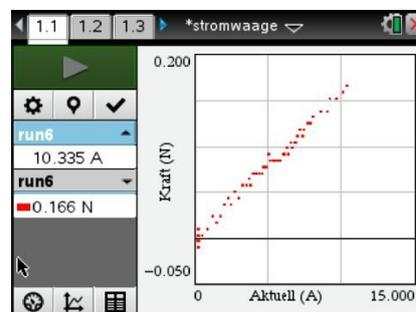
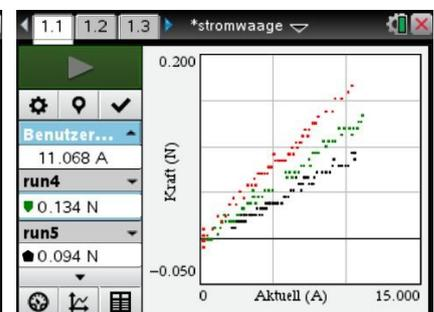

Bild 1.2
Bild 1.3
1. Lässt man sich wie in Bild 1.2 die einzelnen Messpunkte darstellen, so sieht man, dass der Kraftsensor bei dieser Messung an seine Grenzen stößt, denn man erkennt sehr deutlich eine Stufung der Messwerte sowie eine starke Streuung. Die Lage der Messwerte lässt jedoch sehr gut den proportionalen Zusammenhang für alle Leiterlängen vermuten (Bild 1.3).